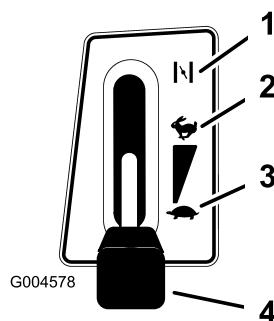

Figure 13
5. Placez la manette d'accélérateur en position de starter (Figure 13).
7. Lorsque le moteur a démarré, amenez progressivement la manette d'accélérateur en position de régime maximum (Figure 13). Si le moteur cale ou hésite, ramenez la manette d'accélérateur en position de Starter pendant quelques secondes, puis placez-la en position de régime maximum. Répétez l'opération si nécessaire.
1. Placez la manette d'accélérateur en position de ralenti (Figure 13).